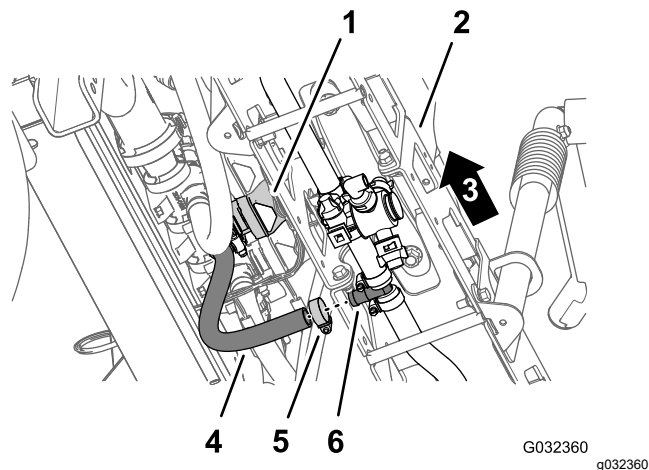

Рисунок 38
5. Под средней секцией стрелы снимите шланговый хомут, который крепит шланг подачи секции стрелы к тройнику типа «елочка» (Рисунок 38).